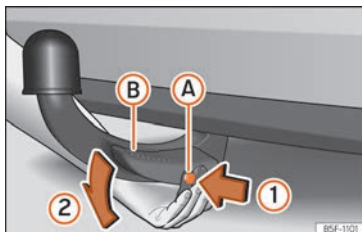

Fig. 178 Démonter le crochet d'attelage
- Appuyez sur la broche de déverrouillage (A) dans le sens de la flèche (1) et appuyez simultanément sur le levier (B) dans le sens de la flèche (2) jusqu'en butée » fig. 178.